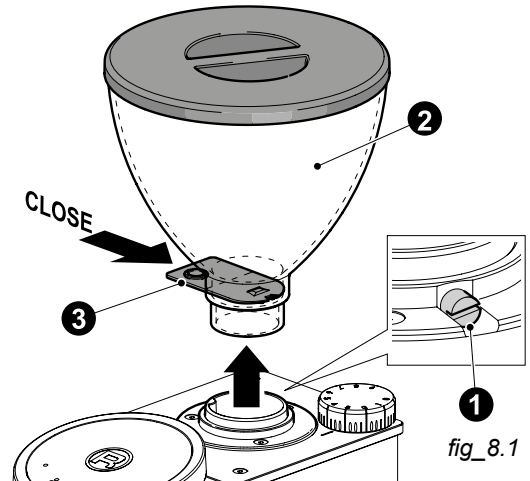

fig. 8.1
Pour nettoyer l'intérieur de la machine, il est nécessaire de dévisser la vis de sécurité situé sur le côté gauche (1 - fig. 8.1) et enlever la trémie (2).
Avant de retirer la trémie avec les grains de café à l'intérieur, s'assurer de fermer le ventilateur (3 - fig. 8.1), pour éviter les déversements accidentels et moule le café résiduel présent à l'intérieur de la chambre de mouture.